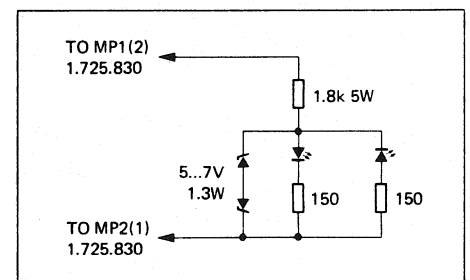

Fig. 4.3
- Kondensator-Entladeschaltung gemäss Fig. 4.3